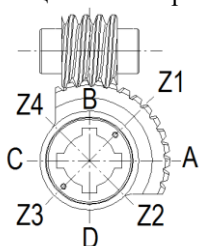
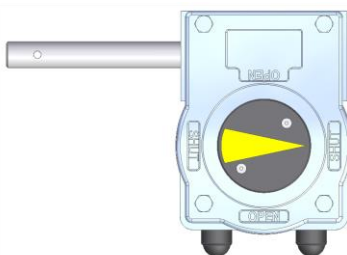

Рисунок 2: паз под шпонку в закрытом положении Вид сверху
Рисунок 3: Левосторонний редуктор АВ вид сверху стопорные винты снизу
Рисунок 2 указывает различные варианты расположения шпонки. Рисунок 3 вид сверху стандартного левостороннего редуктора в закрытом положении. Рисунок 4 указывает варианты обработки втулки. Специальная обработка доступна по запросу.
7. Если не выполняется полностью открытое положение (90°), выкрутить стопорный винт - открытия (см. рисунок 3) вращением против часовой стрелки. Продолжать вращение штурвалом до полного открытия арматуры.